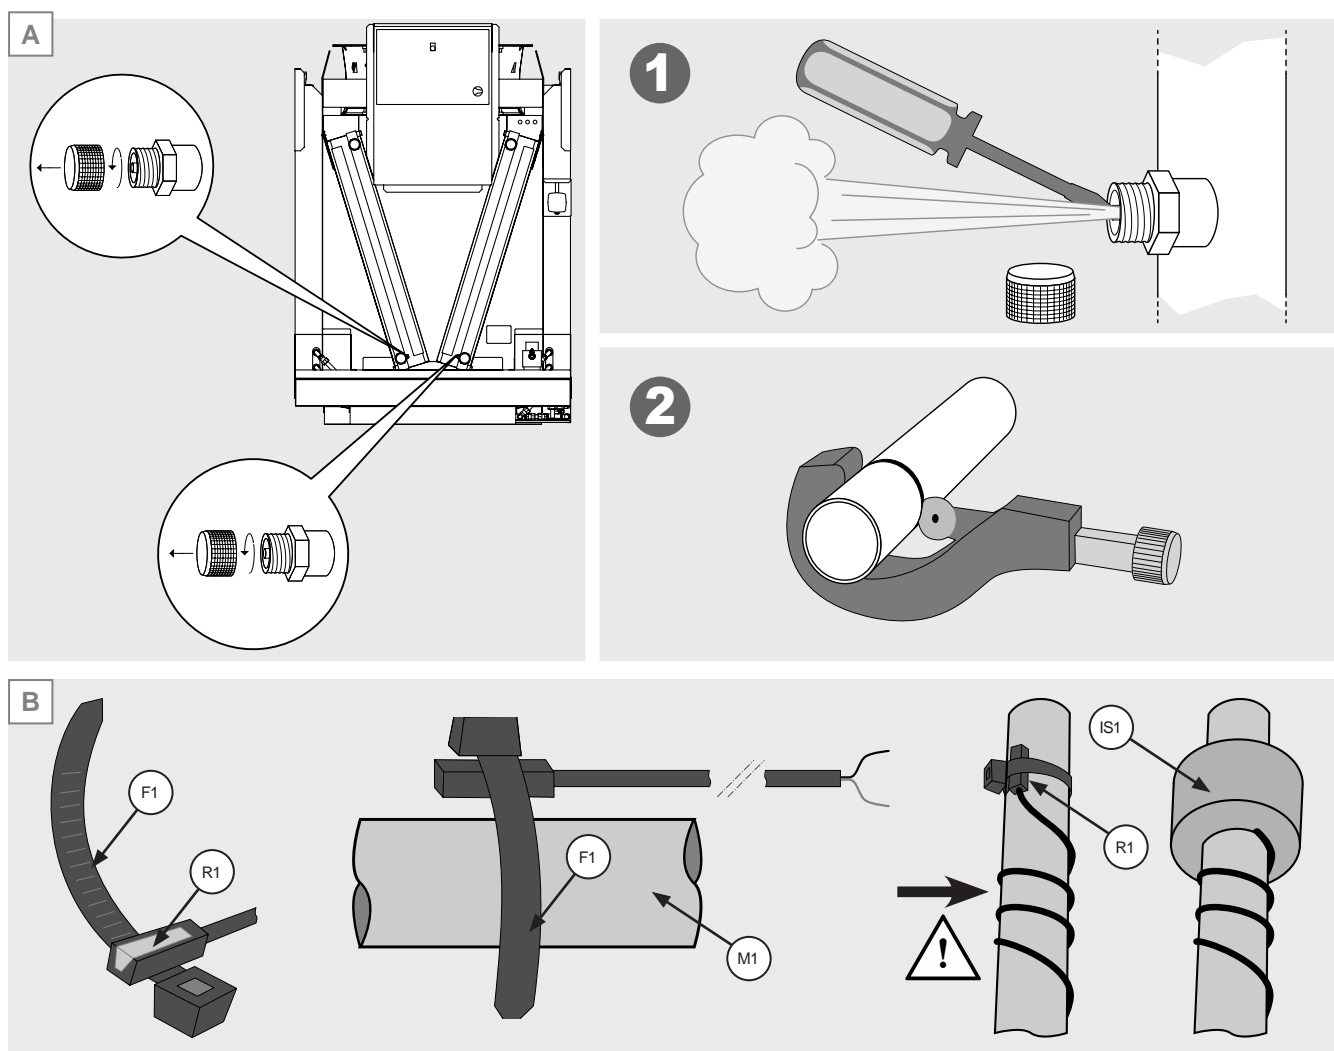

Figura 11
- 6.13 Prima del taglio dei manicotti di ingresso e/o uscita (modelli AVK, AVS) scaricare la pressione di precarica (2 bar circa) dallo scambiatore. V. Figura 11 A.
- 6.14 Solo per i modelli gas cooler: rimane a carico del cliente l'installazione delle sonde di temperatura sui manicotti di uscita degli scambiatori di calore. Le sonde sono costituite da una fascetta (F1) che sostiene il rilevatore (R1): la fascetta deve essere fissata al manicotto (M1) e il cavo elettrico (C1) deve essere avvolto con 2 spire sul tubo stesso. Isolare termicamente la sonda con l'apposito isolante (IS1). V. Figura 11 B.